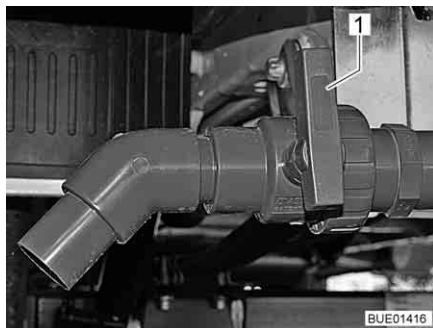

Bild 238 Avtappningskran (Viseo)
- Vrid utloppsventilens handtag (Bild 238,1) i flödesriktningen.